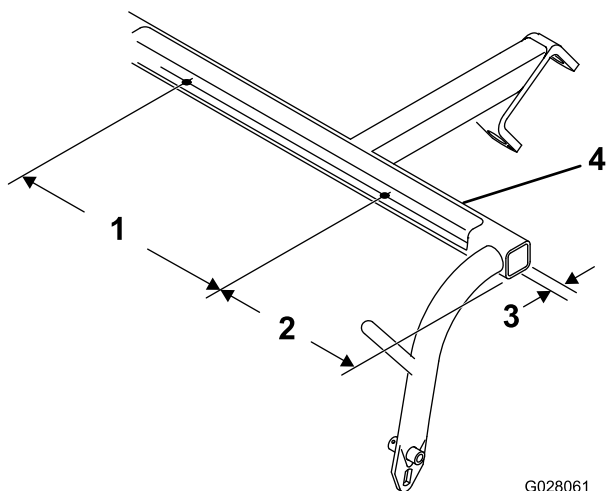

図 2
1. 図2に示す寸法で、各プルアームのクロスチューブの下側に直径 5.6mm の穴を2つ開ける。